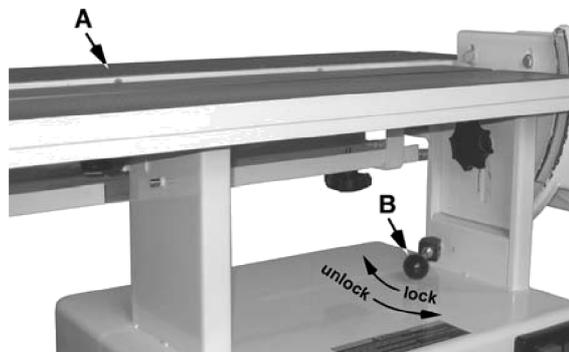

Abbildung 10
Zur Abbildung 10:
2. Lösen (entriegeln) Sie den *Griff* (B, Abb. 10) und platzieren Sie die Platte in die horizontale Position wie auf (A, Abb. 10). Nicht schließen.